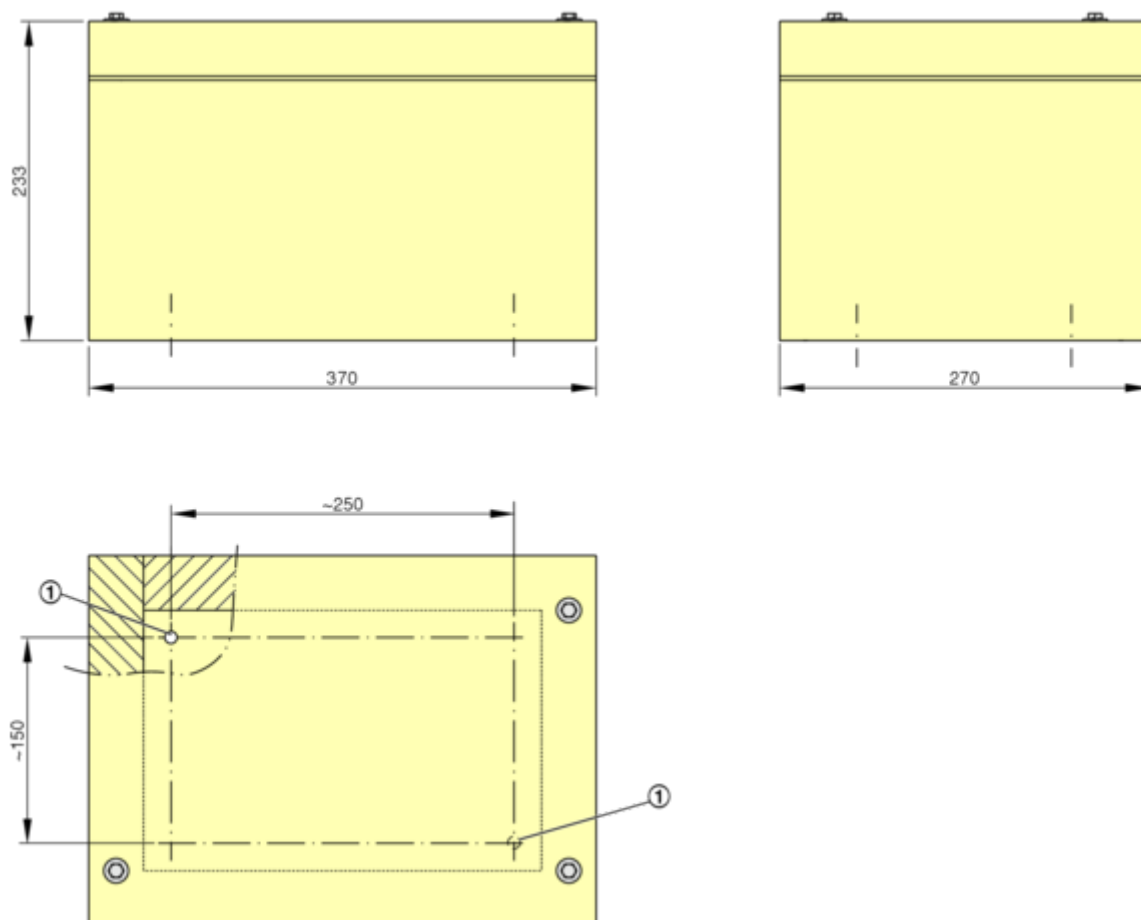

Fig. 4: Scatola esterna per il modulo di controllo, sempre necessaria per serrande con $H=230$ mm, opzionale per altre dimensioni
La scatola esterna è fissata alla parete con almeno 2 viti (in diagonale), dimensioni viti $\varnothing 6 \times 100$ mm con rondelle. Per il fissaggio in loco, praticare un foro (Fig. 4 /1) in modo da inserire esattamente la vite.
* B dimensione della griglia possibile in passi di 10 mm, 1) per scatola esterna per modulo di controllo, vedere Fig. 4